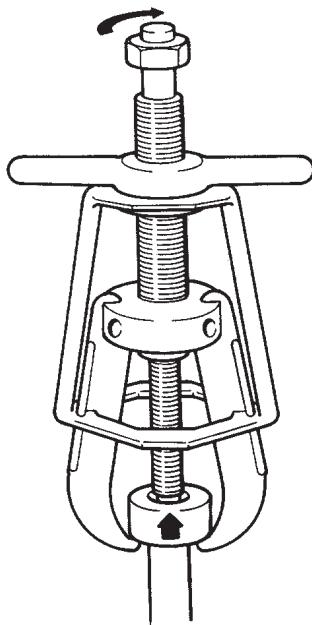

Рисунок 4
6. Убедитесь, что центр съемника совмещен с центром вала, на котором находится снимаемая деталь. Для снятия детали с вала затягивайте центральный силовой винт только с помощью ручного инструмента. (См. рисунок 4.)